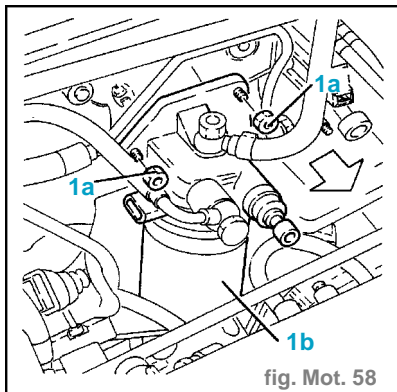

fig. Mot. 58
- Dévisser les écrous (1a) et déplacer le filtre du combustible complet (1b). (fig. Mot.58)